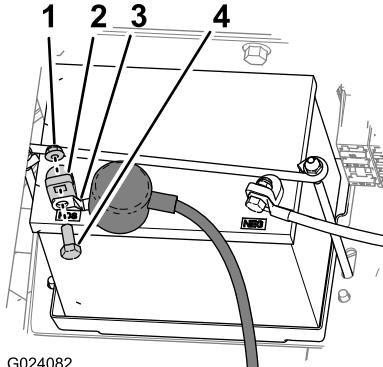

图4
5. 滑回绝缘盖卸下将电池正极接线端子固定到电池正极的螺栓和螺母 图4。